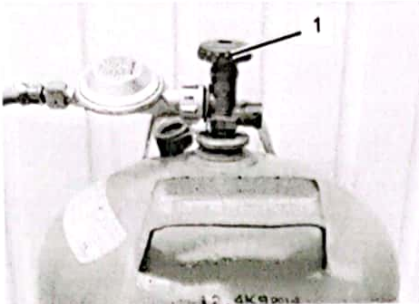

Abb. 10
4. Drehen Sie das Ventil (Abb. 10/1) des Flüssiggas-Behälters auf.
5. Überprüfen Sie alle Anschlüsse vor dem Anzünden des Grills mit Seifenlauge, Lecksuchspray oder anderen geeigneten, schaumbildenden Mitteln zur Prüfung auf undichte Stellen. Falls Sie eine undichte Stelle finden, drehen Sie das Ventil (Abb. 10/1) des Flüssiggas-Behälters zu und verwenden Sie den Grill nicht. Wenden Sie sich an den Kundendienst.